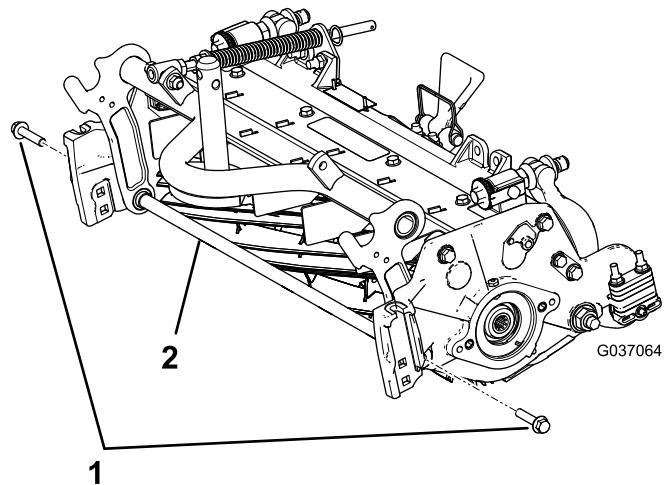

图6
- A. 拆下固定支撑杆的 2 个凸缘头螺栓并取下支撑杆**图6**。